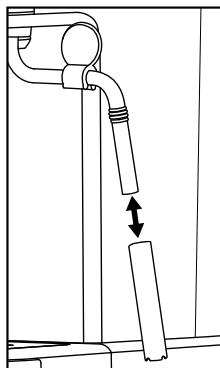

Figura 1
- 5) Scoateți învelișul dispozitivului de spumare a laptelui **10** (figura 1) și curățați-l cu atenție în apă caldă.
- 7) Împingeți la loc învelișul pe duză (figura 1).